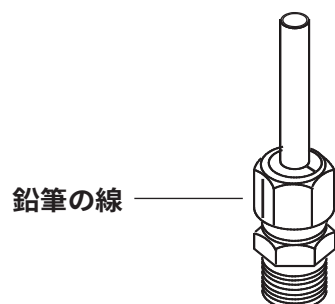

図 16. フィッティングのマーキング
- 6 鉛筆でナットに線を引きます。図 16 を参照してください。